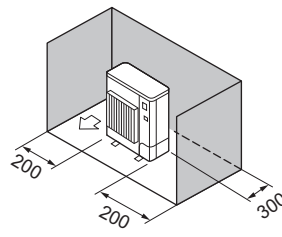

Fig. 2-9
- ③ Кедергілер тек артқы және бүйір жағында (Fig. 2-9)